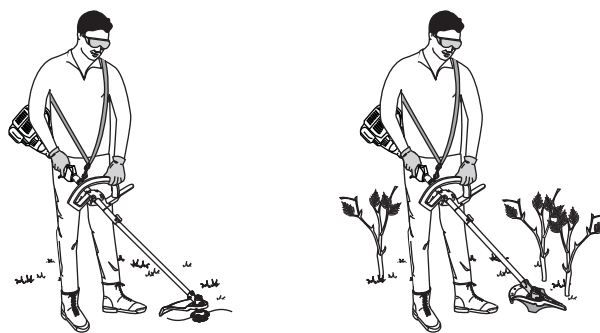

Fig. 15
- Placez-vous en position d'utilisation (Fig. 15). Tenez-vous bien droit. Ne vous penchez pas.